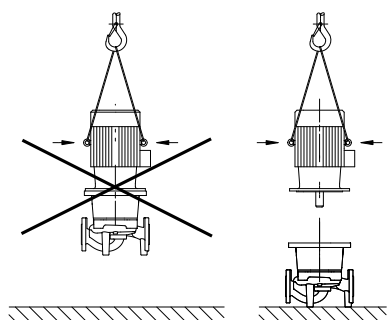

Fig. 35: Transport silnika
- Uchwyty transportowe na silniku służą wyłącznie do transportu silnika, a nie całej pompy (Fig. 35).